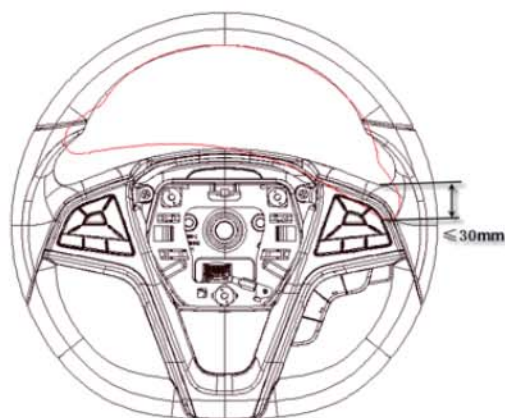

图 4.1 转向盘自由行程示意图
- 如图 4.1 所示，转向盘允许的最大自由行程为 30mm。